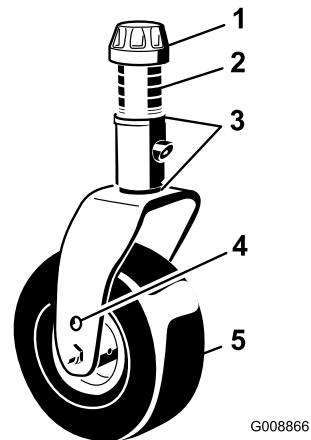

Bild 24
3. Nehmen Sie die Spannkappe von der Laufradwelle ab (Bild 24), und schieben Sie die Welle aus dem Laufradarm. Legen Sie zwei Beilagscheiben (3 mm) so auf die Laufradwelle, wie sie ursprünglich montiert waren. Schieben Sie die entsprechende Anzahl der 13 mm Distanzstücke auf die Welle, um die gewünschte Schnitthöhe zu erhalten.
Distanzstücke auf die Welle. Bringen Sie die Spannkappe an, um das Teil zu befestigen (Bild 24).